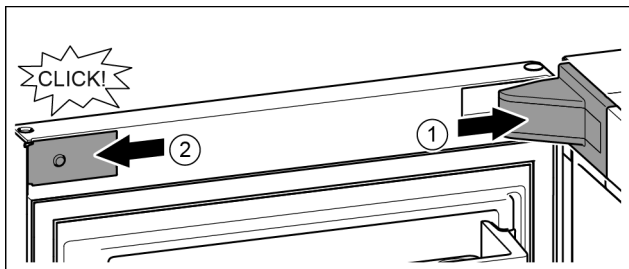

Fig. 41
- ▶ Applicare la copertura del blocco di supporto e inserirla a scatto, se necessario allontanarla con attenzione. Fig. 41 (1)
- ▶ Applicare la maschera lateralmente e inserirla a scatto. Fig. 41 (2)